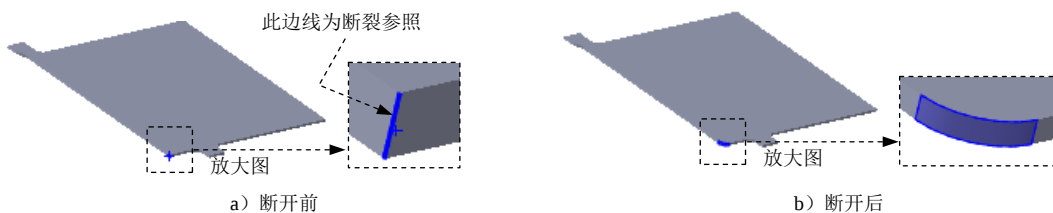

图 7.6.11 断开-边角 4
Step8. 创建图 7.6.11 所示的钣金特征——断开-边角 4。操作步骤参见 Step4，断开边角的边线如图 7.6.11a 所示，圆角半径值为 3.0。